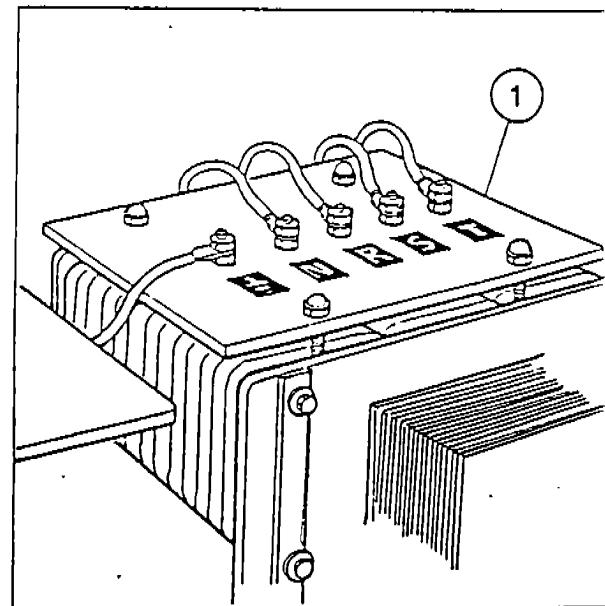

Fig. 2
- b) Connect power to the ride. The input could be either 220 V 3 phases or 380 volts 3 phases. Power connections on the terminal board (Fig. 2):
- b) Collegare la linea di alimentazione esterna controllare prima i collegamenti a stella (γ) triangolo (Δ) sul trasformatore (1-Fig. 2), morsetti (R-S-T-N e —|—) del quadro elettrico (Fig. 2):
⚠ In caso di alimentazione esterna con voltaggio nominale V 220 trifase, il morsetto N (neutro) deve essere collegato al morsetto R (sulla stessa fase). Scambiare inoltre il collegamento sul trasformatore (1-Fig. 2) da stella (γ) triangolo (Δ).